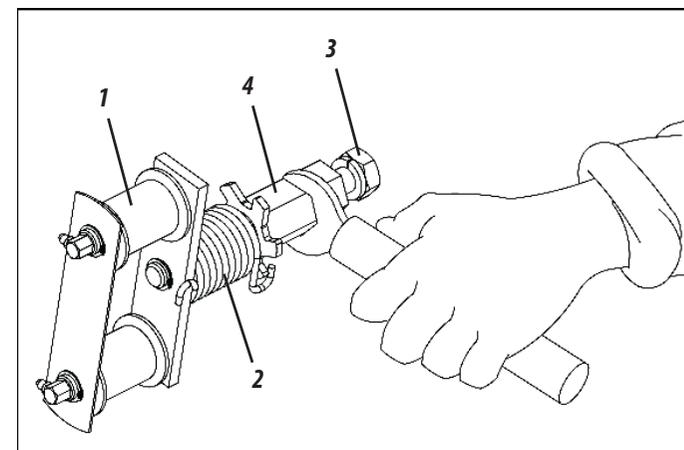

Figura 66
ESTICADOR OSCILANTE (FIGURA 66)
O esticador (1) é dotado de mola de torção (2) para maior flexibilidade do mesmo. Se necessário maior pressão no esticador, solte a porca interna (3) do mesmo, gire o eixo (4) passando o engate da mola (2) para o outro dente da roseta do eixo e reaperte novamente a porca interna (3), **conforme mostra a figura 66.**